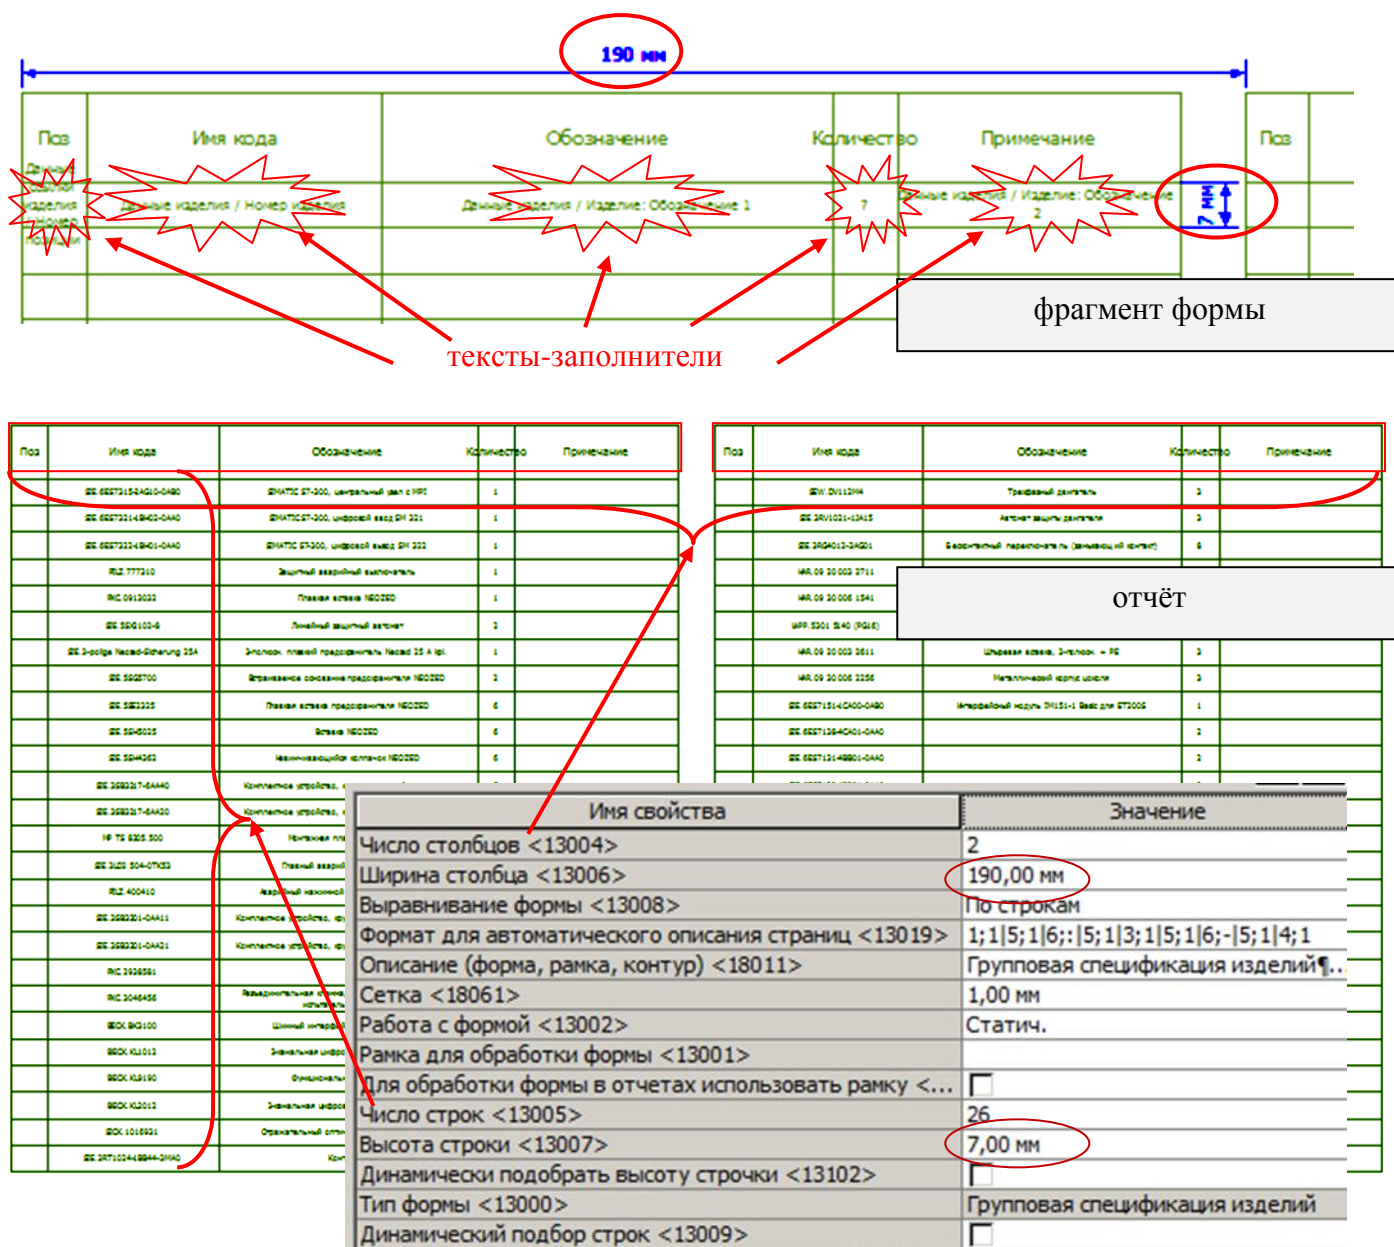

Рис.4.4.Основные свойства формы.
В Таблица 4.5 показаны наиболее важные свойства, использованные для настройки форматирования выводимых данных. На Рис.4.4 показан фрагмент формы, а также отчёта, который сформирован по этой форме. Форма состоит из двух одинаковых таблиц (на рисунке полностью показана только одна, а в отчете - обе). Каждая таблица содержит строку заглавия, которая представляется статическим текстом. Сама таблица также нарисована с использованием статической графики. Вторая строка левой таблицы заполнена заполнителями (см. 4.2.3. Заполнители). Обратите внимание, что остальные строки левой таблицы, а также ни одна строка правой таблицы не содержат заполнителей, однако в отчёте данные в этих строках появляются. Для этого в свойствах формы указано количество строк (26) и столбцов (2) а также высота строки (7 мм) и расстояние между столбцами (ширина столбца 190 мм).
Настройка текста-заполнителя производится через его контекстное меню (Рис.4.4). В текст-заполнитель можно выводить просто свойство элемента-заполнителя, или произвести предварительную обработку через форматирование/расчет или операцию.